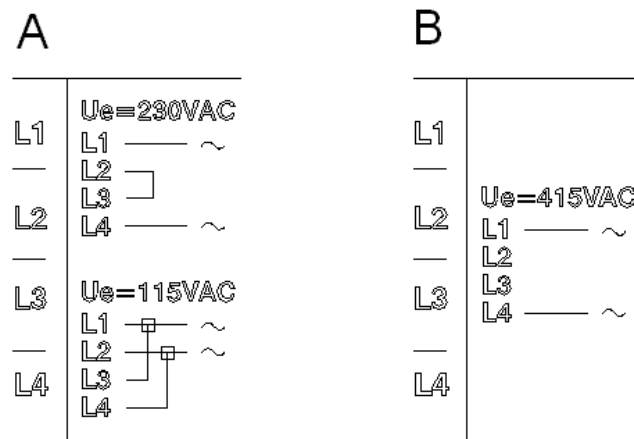

Figura 7. Connessione dell'alimentazione all'unità RCQ020/A versioni 115/230Vac e 415Vac
- la prima, indicata come 'A' in Figura 7, funziona a 115Vac oppure a 230Vac (vedi Nota 5)
- la seconda, indicata come 'B' in Figura 7, opera a 415Vac (vedi Nota 5)
Nota 5: Collegare l'alimentazione nel modo corrispondente all'alimentazione selezionata, come da etichetta sul lato posteriore dell'unità e riportata in Figura 7.